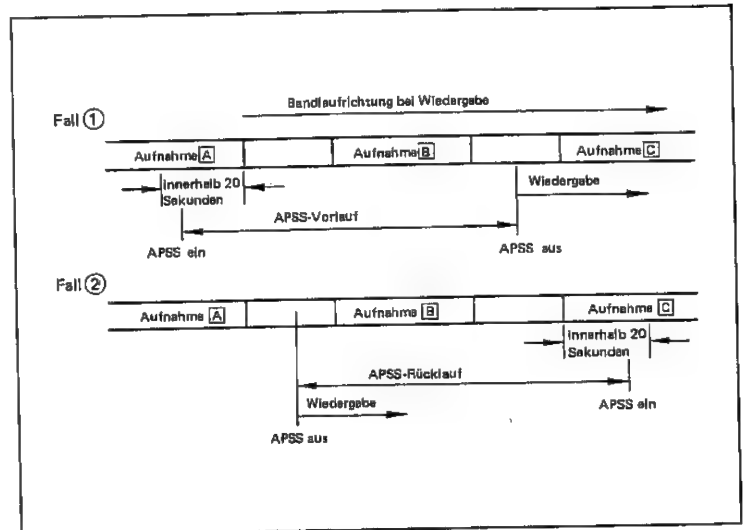

Abbildung 11-1
In den oben beschriebenen Fällen ① und ② kann die zum Programm gehörende Leerstelle „überfahren“ werden. (Vgl. Abbildung 11-1.)